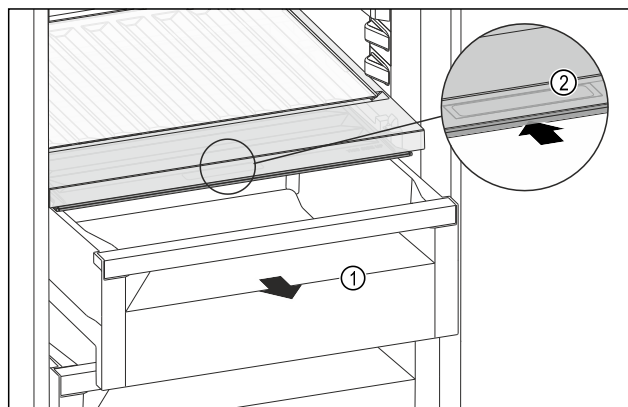

Fig. 134
- Витягніть висувний ящик Fig. 134 (1).
- Візьміться за потайну ручку Fig. 134 (2) на кришці відділення й одночасно посуньте кришку відділення назад.